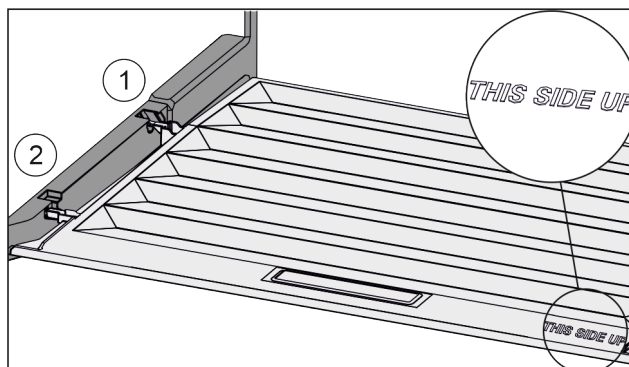

Fig. 46
- ▶ Skyv inn dekseltrinn via åpningen til bakre holder Fig. 46 (1) og klikk dem på plass i fremre holder Fig. 46 (2).